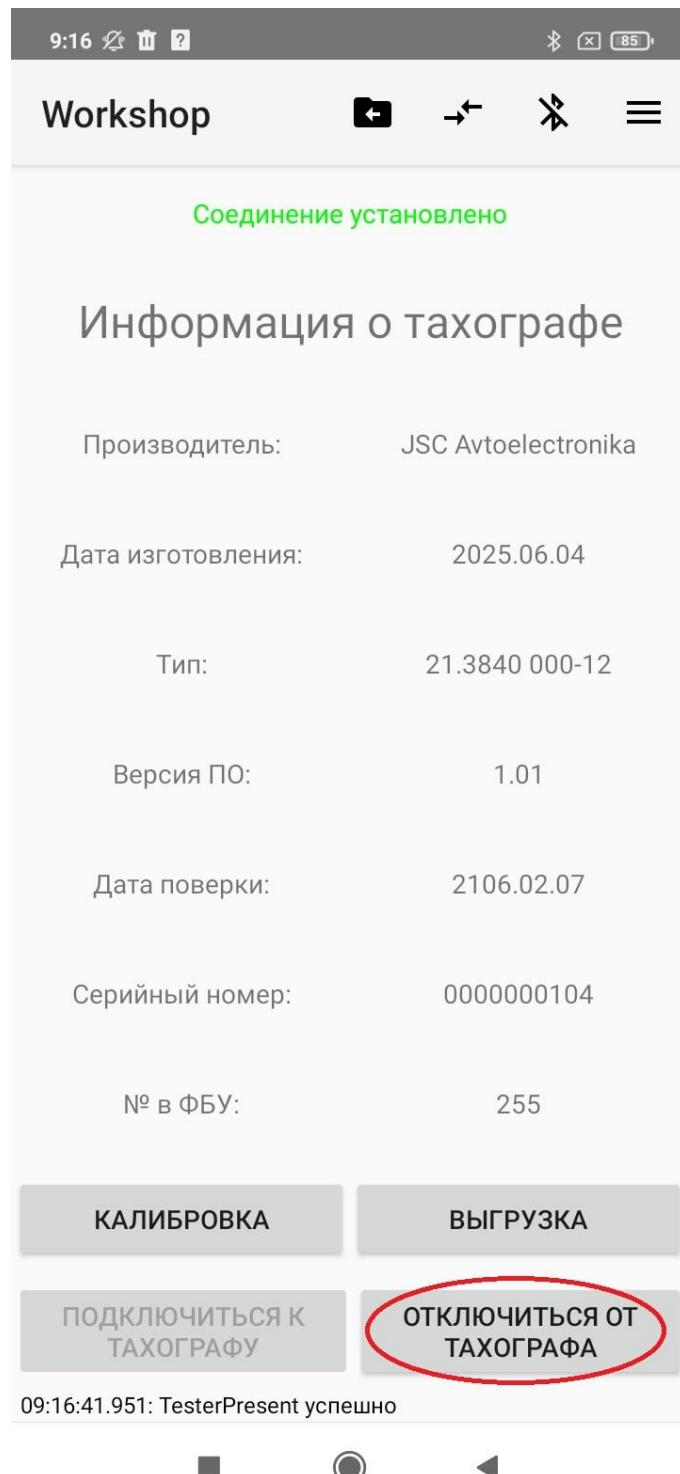

Рисунок 24. Отключение от тахографа
22. По завершению работы, необходимо вернуться на главный экран Workshop Android и нажать кнопку «Отключиться от тахографа». Важно завершать сессию выгрузки/калибровки именно таким способом, иначе Bluetooth пара не будет корректно разорвана. Рисунок 24.